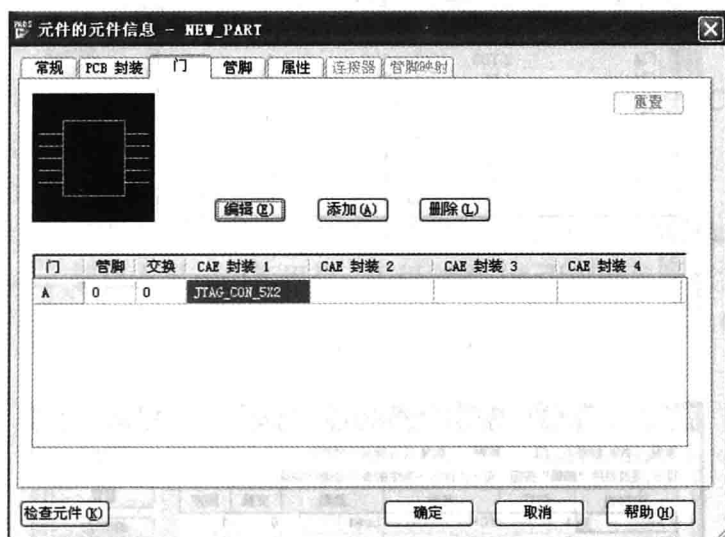

图 3-32 分配成功
④ 单击【确定】按钮, 分配成功后如图 3-32 所示。这时我们已将 CAE 封装分配完毕。